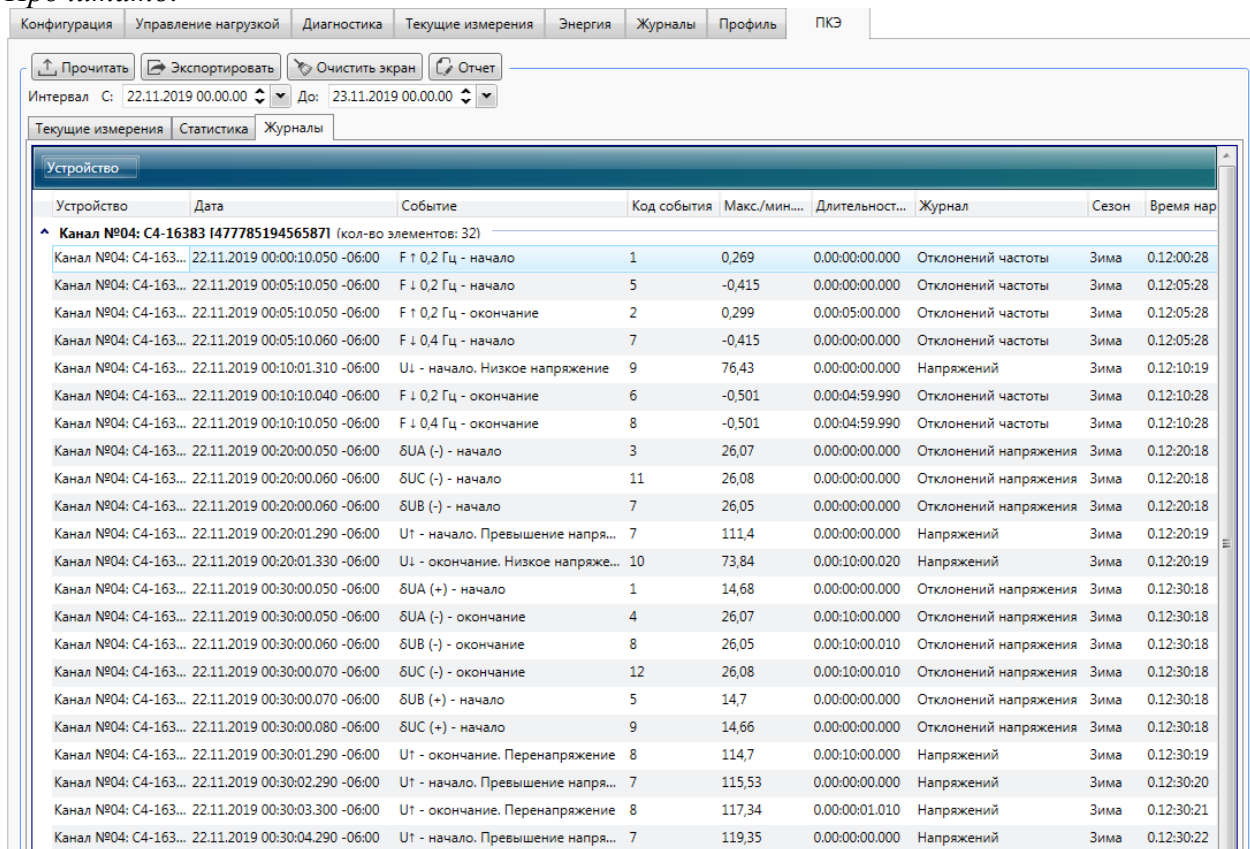

Рисунок 9.51 – Просмотр журналов событий ПКЭ
9.6.6.5 Для просмотра журналов событий ПКЭ счетчика необходимо перейти на вкладку *ПКЭ* области параметров программы КОНФИГУРАТОР и затем на вкладку *Журналы* (рисунок 9.51).